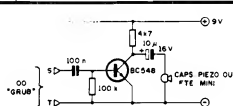

Fig.5
- FIG. 5 - OUVINDO O "RUIDO BRANCO"... - O mais elementar módulo para amplificação/audição direta dos sinais gerados pelo GRUB, tem seu esqueminha super-simples mostrado na figura... Como a demanda de Corrente será ainda muito baixa, nada impede que a mesma bateriazinha de 9V usada para energizar o próprio GRUB seja também aplicada na alimentação do módulo mostrado... Na transdução final, tanto servirá uma cápsula piezo (cristal) como um pequeno alto-falante... Quem quiser ter uma melhor "visão" da "brancura do ruído", poderá também acoplar, na saída (entre o terminal negativo do eletrolítico de 10u e a linha de "terra"...), um fone de ouvido, de qualquer impedância entre 8 ohms e 64 ohms... (o ruído soará bem "bravo", nesse caso...). O módulo mostrado não permite controles, atenuações ou modificações de faixa tonal, e assim o Lei-